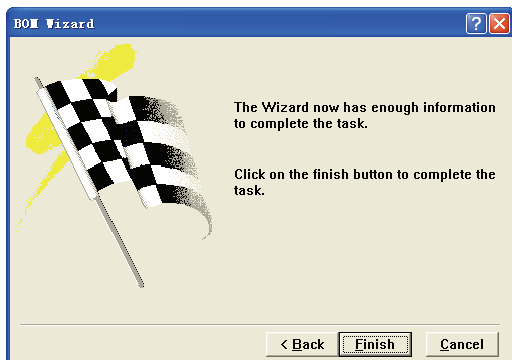

图 5-29 完成产生元件列表
(4) 选择“Spread Sheet”格式后，用鼠标左键单击图中的 **Next >** 按钮，进入如图 5-29 所示的对话框。用鼠标左键单击图中的 **Finish** 按钮，程序会进入表格编辑器，并形成后缀为“*.XLS”的原理图元件列表，如图 5-30 所示。